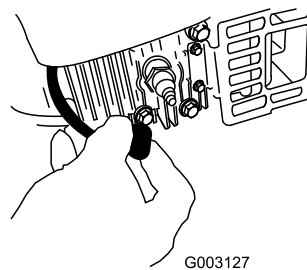

Рисунок 34
- Отсоедините провод от свечи зажигания (Рисунок 34), прежде чем выполнять любые процедуры технического обслуживания.